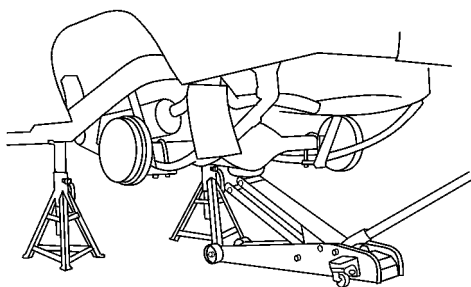

图 14-179 顶起车身并用支架支撑住车身
(1) 顶起并支撑住车身。顶起车身并用支架支撑住车身, 如图 14-179 所示。然后降下桥壳直至钢板弹簧成自由状态。
(2) 拆下减振器。